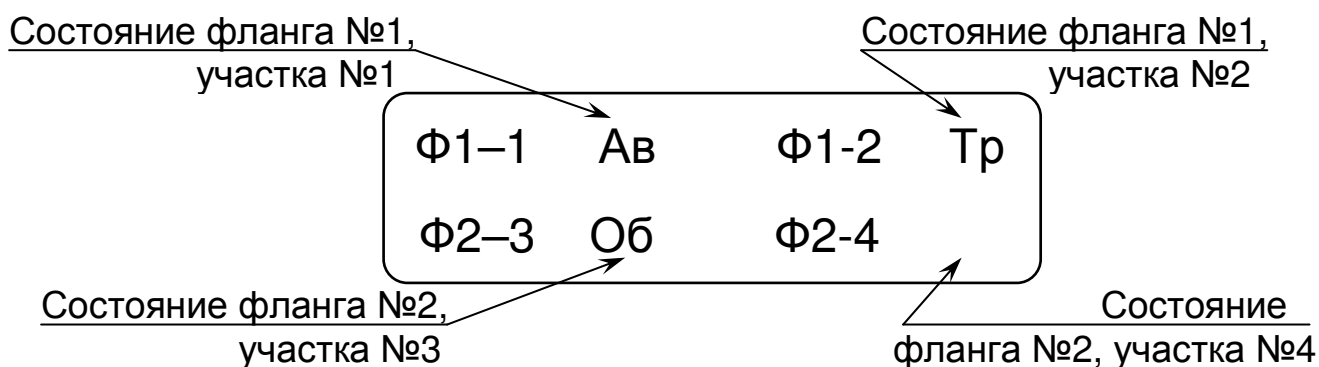

Рисунок 24 – Окно индикации состояния извещателей ВИБРОН, СЕЧЕНЬ
2.13.4 *Индикация напряжения питания* производится после перевода ПК в режим индикации одновременно с индикацией обозначения подключенного извещателя. Если напряжение питания 10,2 В и выше, после индикации в течение пяти секунд значения напряжения питания в вольтах ПК переходит в режим отображения остальных параметров (см. рисунок 24). Если напряжение питания ниже 10,2 В (пониженное) ПК вместо представленных на рисунке 24 параметров индицирует сообщение «Пит. низко» и значение напряжения питания.
Индикация состояния флангов и участков осуществляется в виде текстового сообщения отдельно по каждому флангу и участку (см. рисунок 24). Имеет 7 вариантов состояния: «Тр» - тревога, «!!» - помеха, «Ав» - неисправность ДВ, «Об» - обрыв линии «Пит» или «Лин» ДВ, «Кз» - замыкание линии «Пит» ДВ, «ЗЛ» - замыкание линии «Лин» с ДВ, отсутствие сообщения - норма. При включенном зуммере ПК одновременно с индикацией «Тр», «Ав», «Об», «Кз», «ЗЛ» звучит звуковой сигнал.